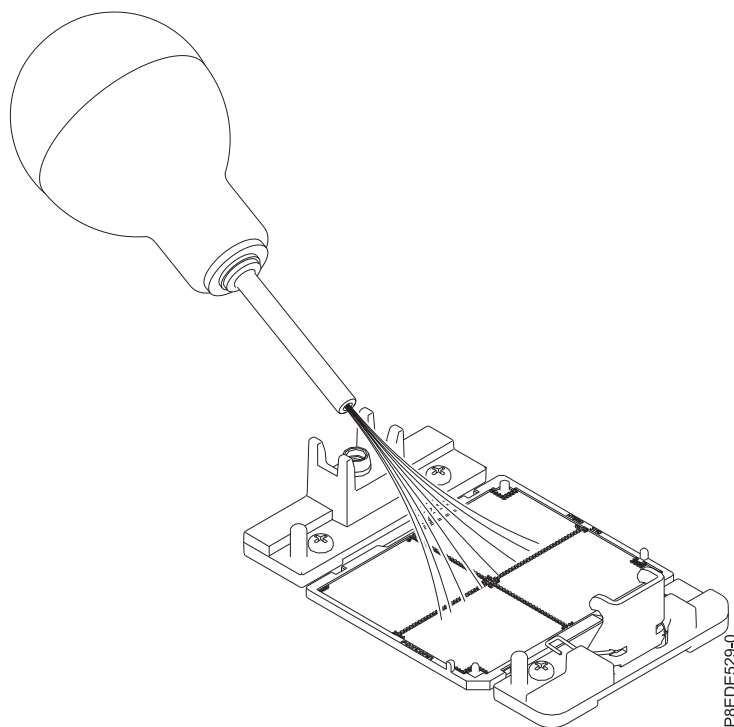

図 13. システム・プロセッサ・ソケットからほこりやごみを除去
- a. システム・プロセッサ・ソケットにほこりやごみが付着している場合は、提供されているエアポンプ (部品番号 45D2645) を使用してソケットをきれいにします。ソケットの中央から四方に向けて空気を少しずつ吹き出します (15 ページの図 13 を参照)。